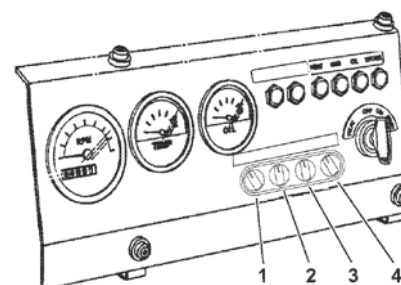

Рис.20
Определенная комбинация переключателей ON/OFF combination of switches (1) - (4) на консоли оператора (рис. 20) реализует эту дополнительную функцию. Подробную информацию см. в руководстве по эксплуатации приводимой машины.
Определенная комбинация переключателей ON/OFF на консоли оператора (рис. 20) реализует эту дополнительную функцию. Подробную информацию см. в руководстве по эксплуатации приводимой машины.
Другие дополнительные функции могут быть предоставлены путем выбора определенных комбинаций переключателей ON/OFF combinations of switches (1) - (4) на консоли оператора (рис. 20) реализует эту дополнительную функцию. Подробную информацию см. в руководстве по эксплуатации приводимой машины.